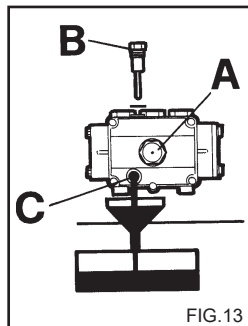

FIG. 13
- 1) Skru aftapningsproppen, under pumpen, af (fig. 13 C).
- 2) Skru proppen af ved hjælp af oliepinden (fig. 13).